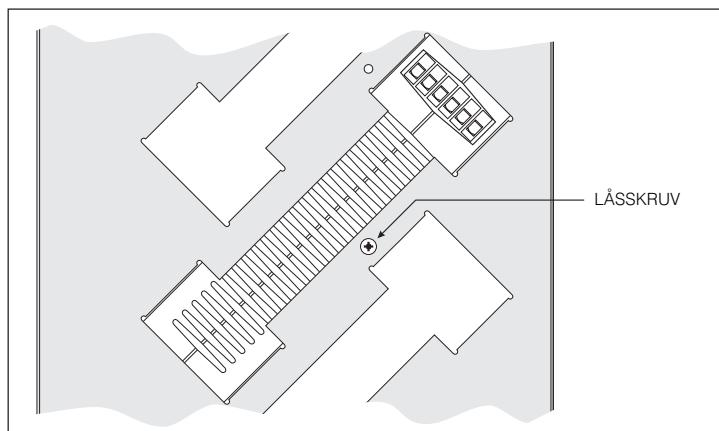

Fig. 1-1 Låsskruvens placering
5. Skruva ur låsskruven (om sådan finns) på modulens vänstra sida (se fig. 1-1).
2. Säkra om nödvändigt modulen i RACKenheten genom att skruva i en lämplig låsskruv i hålet till vänster (se fig. 1-1).